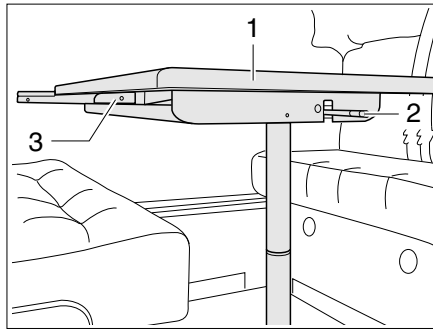
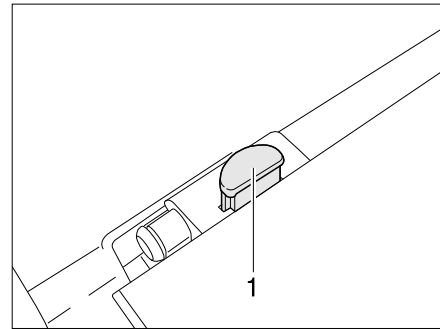

Bild 69 Hängetisch vergrößern
Bild 70 Hängetisch mit Gelenkstützfuß
- Den Sicherungshebel (Bild 69,4) an der Unterseite der Tischplatte lösen.
- Die Tischplatte (Bild 69,3) vorn leicht anheben und bis zum Anschlag zur Fahrzeugmitte hin ziehen.
- Die eingelegte Tischplattenverlängerung (Bild 69,8) schwenkt nach oben.
- Den unteren Teil des Stützfußes (Bild 69,6) nach unten herausziehen und beiseite legen.
- An der Verriegelung (Bild 69,2) den Entriegelungsknopf (Bild 70,1) drücken
- Den Hängetisch aus der oberen Einhängeschiene (Bild 69,1) aushängen.
- Den Hängetisch in die untere Einhängeschiene (Bild 69,7) eingehängen und mit dem oberen Teil des Stützfußes (Bild 69,5) auf dem Boden abstellen.